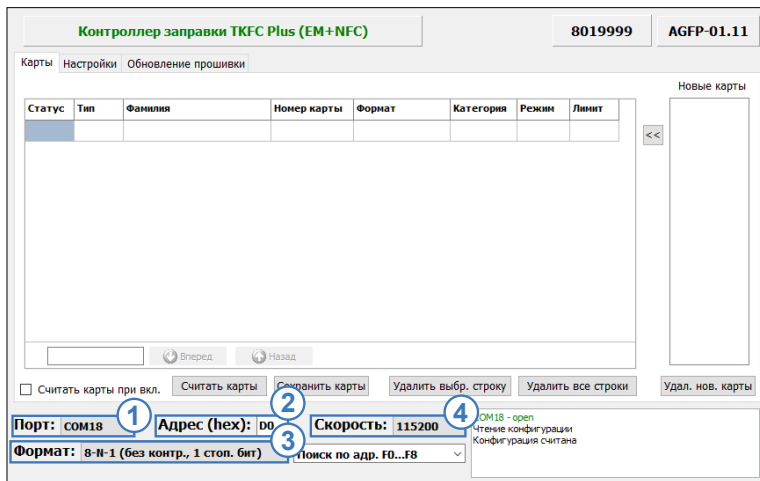

Рис.23. Подключение по известному адресу
- в конфигураторе выбрать COM-порт к которому подключается устройство TKLS-Prog-485 (**Рис.23, п.1**). Посмотреть порт устройства можно в «Диспетчере устройств» системы, подключив предварительно программатор;
- в поле «Адрес (hex)» указать адрес TKFC Plus, к которому необходимо подключиться (**Рис.23, п.2**);
- настроить формат передачи, заданный в устройстве (**Рис.23, п.3**). По умолчанию – 8-N-1;
- выбрать скорость передачи, заданный в устройстве (**Рис.23, п.4**). По умолчанию – 19200;